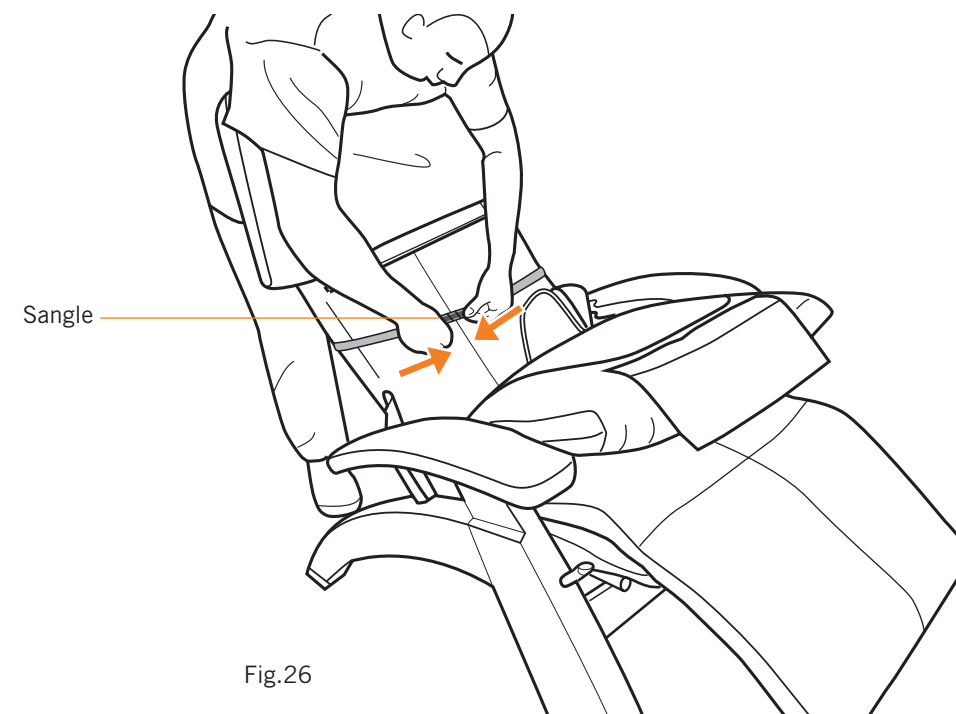

Fig.26
3. Gainez les courroies autour de la partie avant de la toile du fauteuil, tirez-les solidement, puis fixez-les en utilisant les fixations autoagrippantes (Fig.26). **REMARQUE:** Si les sangles sont trop serrées, cela provoque des plis au dos.